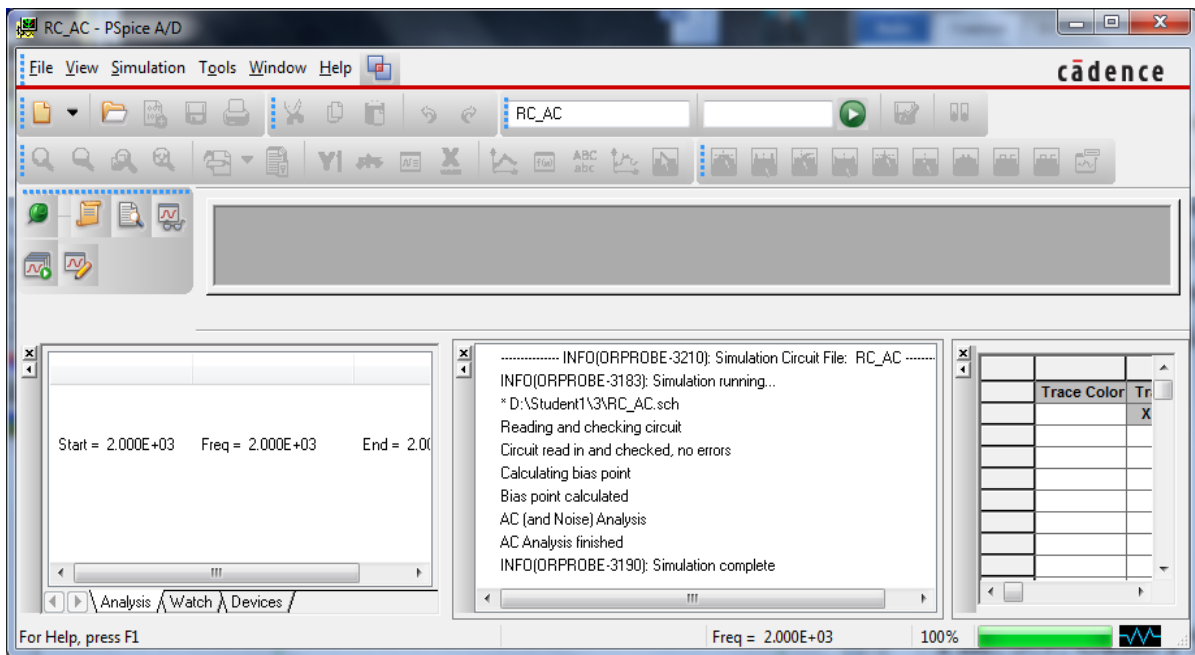

Рисунок 3.6 – Вікно *PSpice A/D* після завершення аналізу *AC Sweep* при $f = 2$ (кГц)
7. Тепер запустіть процес моделювання (виберіть команду *PSpice* → *Run* або натисніть на відповідну їй кнопку, що знаходиться на панелі інструментів редактора *OrCAD Capture* ). Під час виконання моделювання на екрані з'явиться вікно *PSpice A/D* (рис. 3.6), де можна спостерігати за ходом виконання розрахунків.